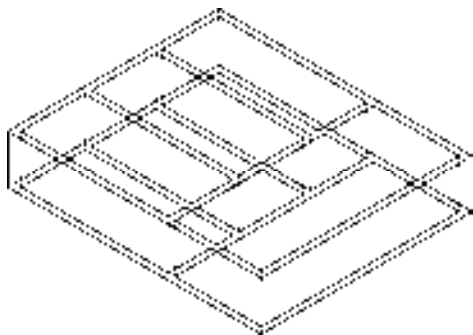

图 3-63 三维效果
4) 将视图转换为“西南等轴测视图”，查看净距偏移墙体的三维效果，如图 3-63 所示。